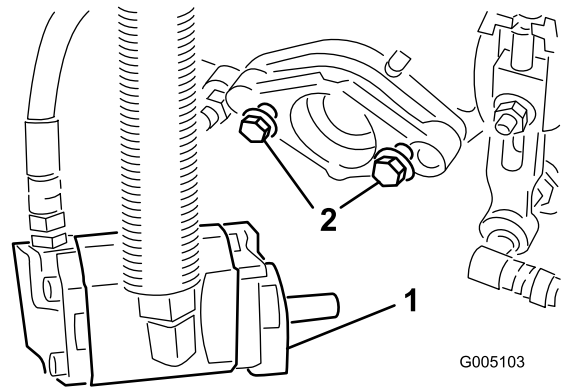

Figura 12
7. Coloque los pernos de montaje del motor de tracción del molinete en cada unidad de corte. Deje expuesta 13 mm aproximadamente de rosca en cada tornillo de montaje (Figura 12).
11. **Apriete los pernos de montaje** (Figura 12).